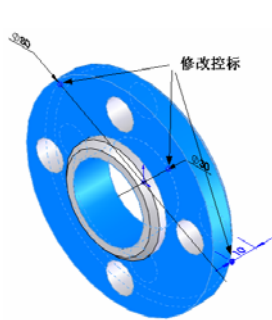

图 6-69 选择特征的图形
❶ 执行命令。单击“特征”工具栏中的“Instant3D”图标，开始动态修改特征操作。
❷ 选择需要修改的特征。单击“FeatureManager 设计树”中的“拉伸 1”，视图中该特征被亮显，如图 6-69 所示。同时，出现该特征的修改控标。